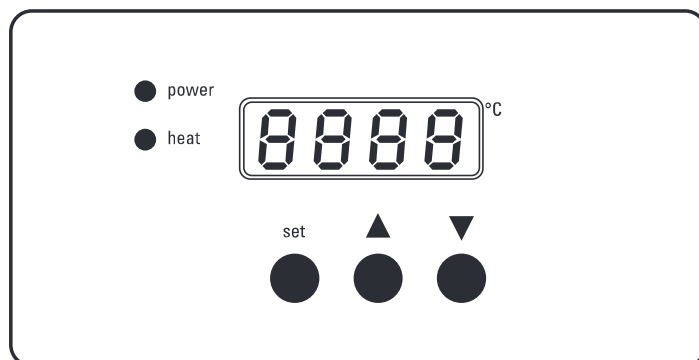

Figure 3 - commandes numériques
2. Le voyant "power" s'allume, tout comme l'afficheur numérique - voir figure 3.
maintenant enfoncé - voir figure 3.
5. On peut augmenter ce réglage en appuyant sur le bouton portant le symbole ▲, ou le diminuer en appuyant sur le bouton portant le symbole ▼, tout en continuant de maintenir le bouton "set" enfoncé - voir figure 3.